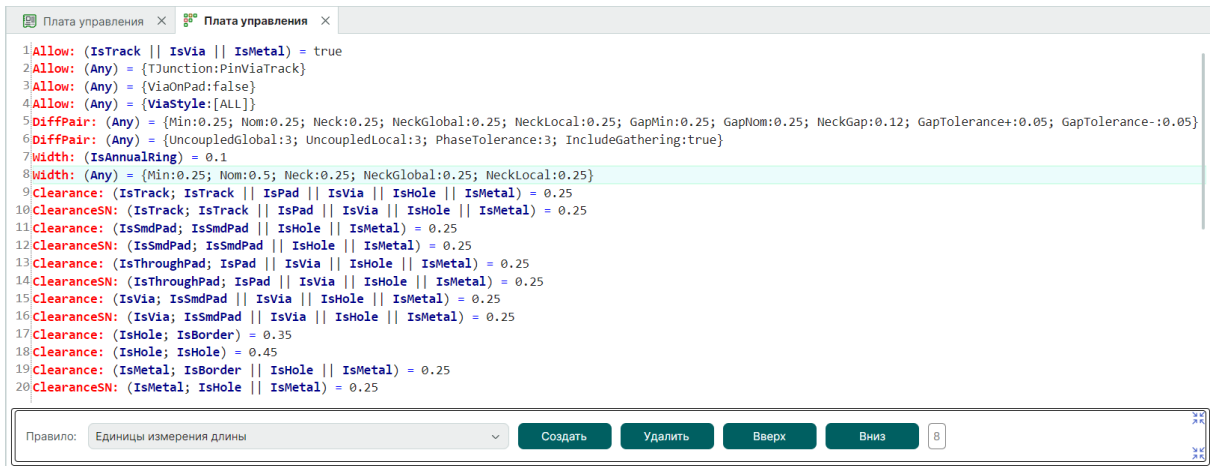

Рис. 223 Значения ширины трека для цепи
3. При необходимости измените или дополните правила для ширины трека, созданные на основе шаблонов правил в стандартах системы, см. Рис. 223.